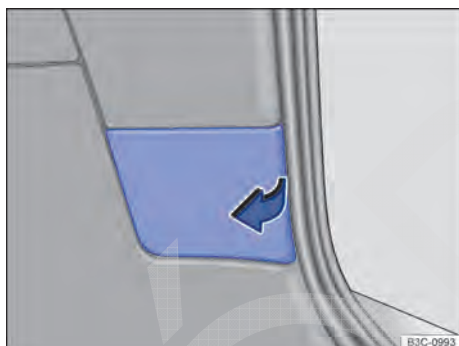

Fig. 278 Na tampa traseira: retirar a cobertura.
3. Com a lâmina da chave de fenda das ferramentas de bordo ⇒ Página 418, levantar cuidadosamente a cobertura ⇒ Fig. 278.